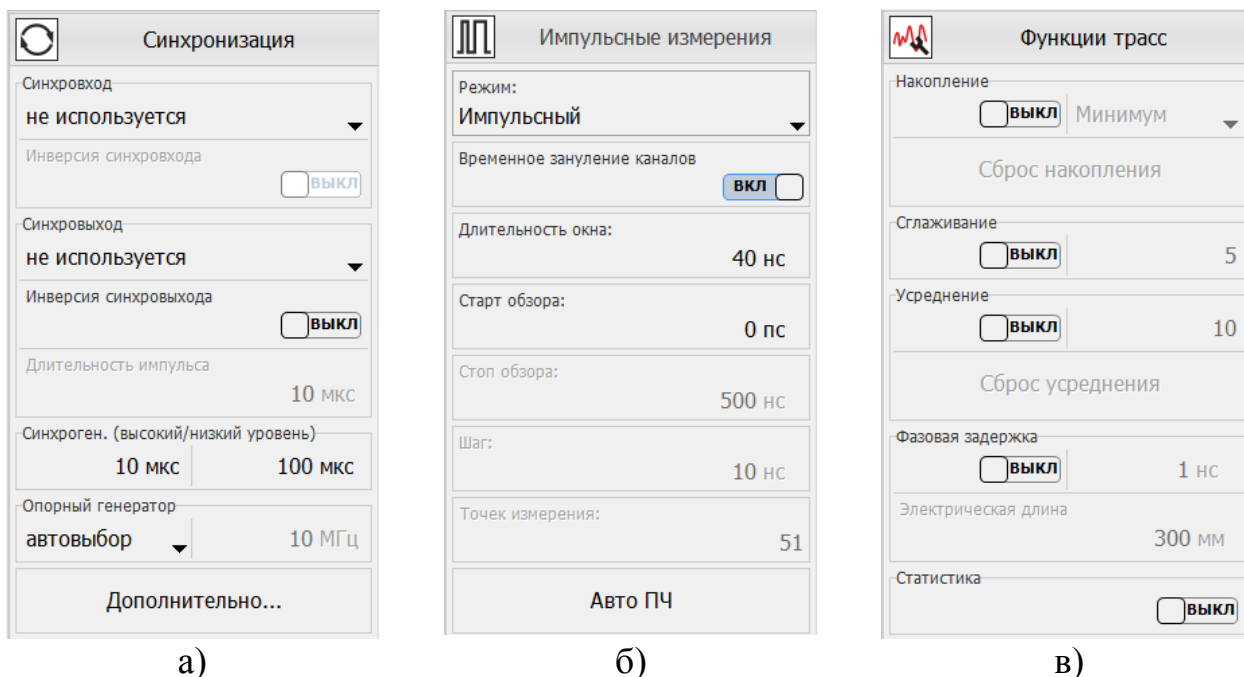

Рисунок 2.17 – Панели управления «Синхронизация» (а), «Импульсные измерения» (б) и «Функции трасс» (в)
**Панель управления «Синхронизация»** (рисунок 2.17-а) содержит следующие поля:
**Панель управления «Импульсные измерения»** (рисунок 2.17-б) используется для конфигурации измерений в импульсном режиме (опция ИИП), описанных в разделе 5.11, и содержит следующие поля:
**Панель управления «Функции трасс»** (рисунок 2.17-в) содержит следующие поля: